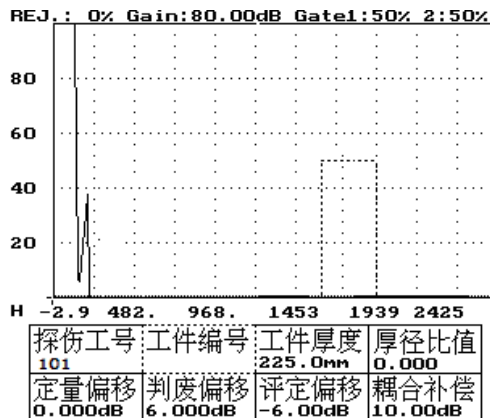

图 2-1
- 4、按方向键——将虚框移到工件编号参数上。如图 2-1 所示。